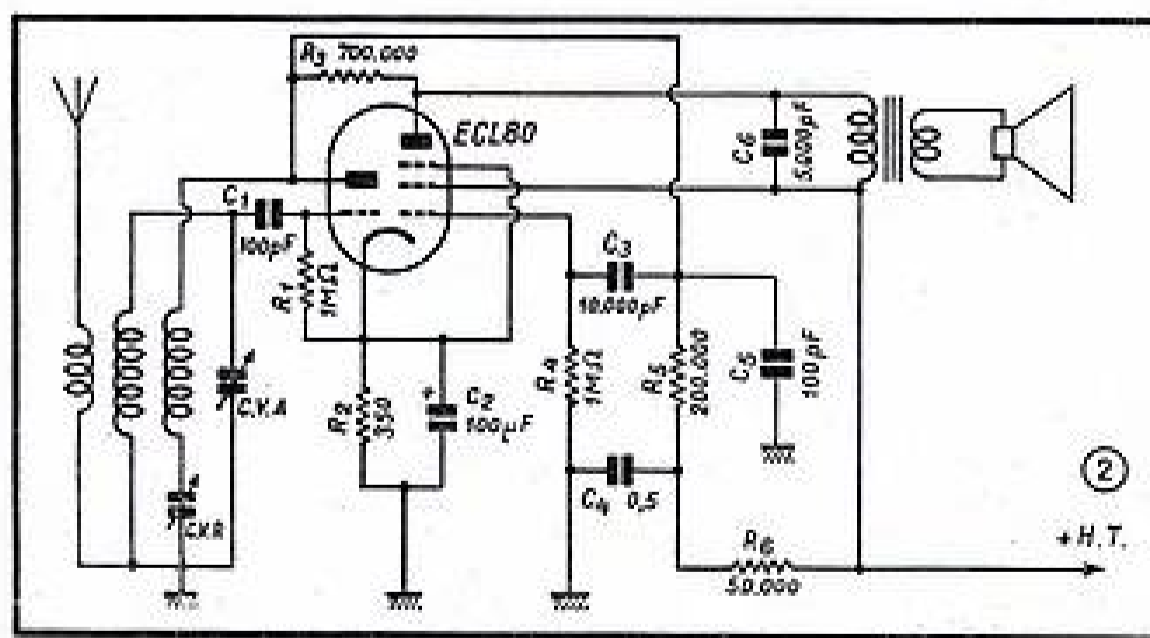

Fig. 2. — Montage d'une ECL80 en détectrice à réaction.
a. — Coupure du circuit secondaire (Sec.) du transformateur de sortie T_2 . Les extrémités de la bobine mobile (B.M.) aboutissent, le plus souvent, à deux œillets (A et B, fig. 2), fixés sur la membrane, et les deux fils venant du secondaire sont soudés à ces œillets. La coupure est presque toujours occasionnée par une mauvaise soudure en A ou en B (fig. 3). Panne relativement fréquente et que l'on peut localiser soit en branchant un autre haut-parleur, soit en connectant un casque, comme le montre la figure 4.
Le deuxième schéma, celui de la figure 2, représente l'utilisation de la ECL80 en détectrice à réaction (triode) et B.F. finale (pentode). Ce schéma ne nécessite aucune explication particulière et peut être employé soit comme récepteur indépendant, soit comme partie détection et B.F. d'un petit super comportant une changeuse de fréquence normale (une ECH42, par exemple), précédant la ECL80.
La boîte mesure 100 × 48 × 15. Les deux trous du centre paraissent rapprochés ; pourquoi ? Tout simplement parce que nous utilisons au labo des outils à découper Dyna et qu'il faut s'écarter un peu des bords pour passer les matrices. Ces outils demandant un trou de 8, il faut percer un avant-trou de 3 en passant au travers du fer-blanc une pointe à tracer. Je me permets d'insister sur cette question de perçage qui est un reproche déjà fait à la sardinette. Avouez quand même que c'est plus rapide que le petit châssis (fig. 2).